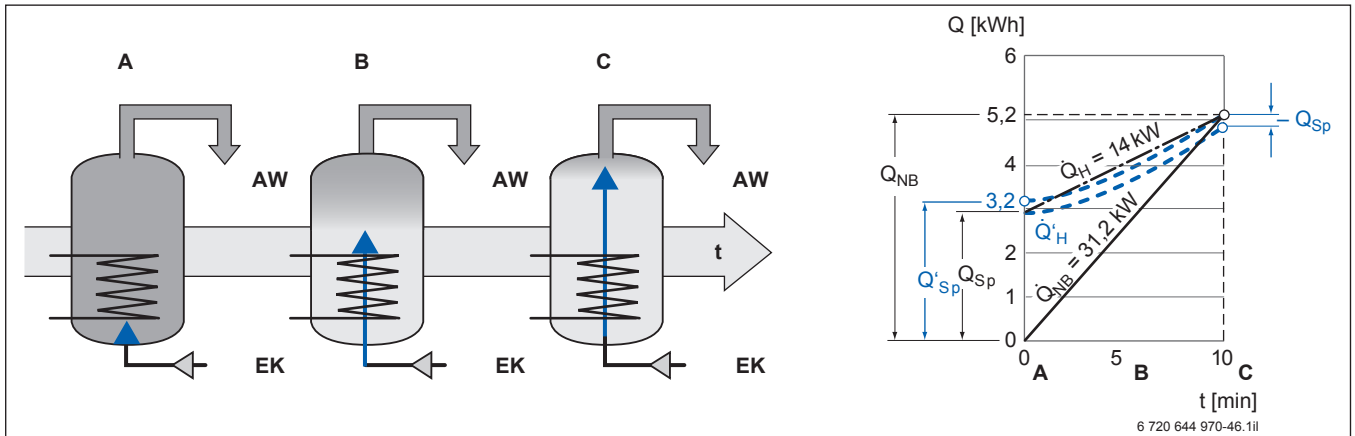

Bild 59 Funktionsprinzip Speichersystem: Zapfung und Aufheizung mit Bedarfsdefizit im Wärmeschaubild
Zu Beginn der Entnahme aus dem voll durchgeladenen Speicher liegt der Wärmetauscher im temperierten Wasser und kann daher nicht seine volle Leistung abgeben (→ Bild 59, Seite 87, Pos. A). Während der Entleerung (Pos. B) nimmt die Übertragungsleistung zu. Am Ende der Entnahme (Pos. C) ist der Speicher temperiert mit:
Überträgt man diese Situation ins Wärmeschaubild, ist ein Bedarfsdefizit ($-\dot{Q}_{Sp}$) zu erkennen, das durch eine entsprechende Vergrößerung von $\dot{Q}_{Sp}$ ausgeglichen werden muss. Im Wärmeschaubild ist dazu die Heizlinie $\dot{Q}'_H$ parallel so zu verschieben, dass sie auf den Bedarfspunkt ❶ trifft (→ Bild 59, Seite 87). Am Schnittpunkt ❷ mit der Ordinatenachse ist die korrigierte Speicherkapazität $\dot{Q}'_{Sp}$ ablesbar.